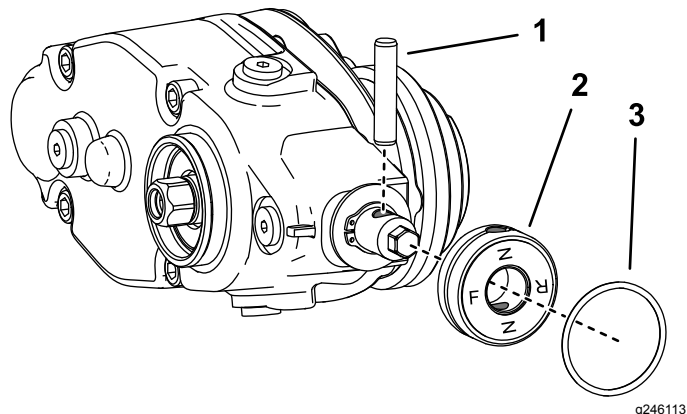

Рисунок 8
7. Если вы устанавливаете механическую щетку с левой стороны машины, выполните следующие действия (Рисунок 8):